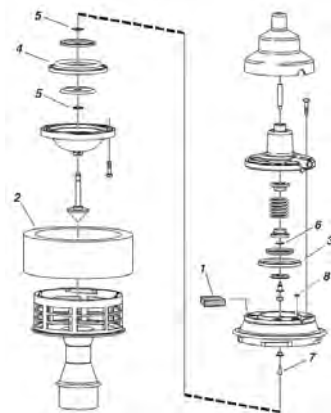

Рисунок 1.9 – Для замены основных элементов вакуумметра
– Замените внешний фильтр MVR (2) (рис. 1.9).
После 4000 ч работы или двух лет эксплуатации, согласно рис. 1.9.